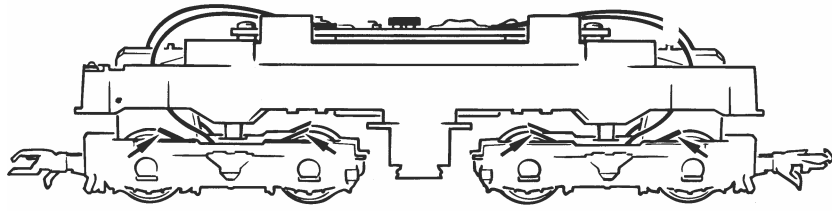

Fig. 8
**3. Haftreifenwechsel:** den **Radsatz** herausnehmen und die **Haftreifen** mit einer Nadel od. mit einem feinen Schraubendreher abziehen (Fig. 8). Beim Aufziehen der neuen Haftreifen darauf achten, dass diese sich nicht verdrehen.
l'aide d'une aiguille ou d'un tourne-vis fin, les bandages d'adhérence (fig. 8). Lors du montage des nouveaux bandages veuillez veiller à ce que les bandages **ne soient pas tor-dués.**
**3. Change of traction tyre:** remove **traction tyre** using a pin or a fine screwdriver (fig. 8). When pressing on the new traction tyre please **avoid twisting it**.